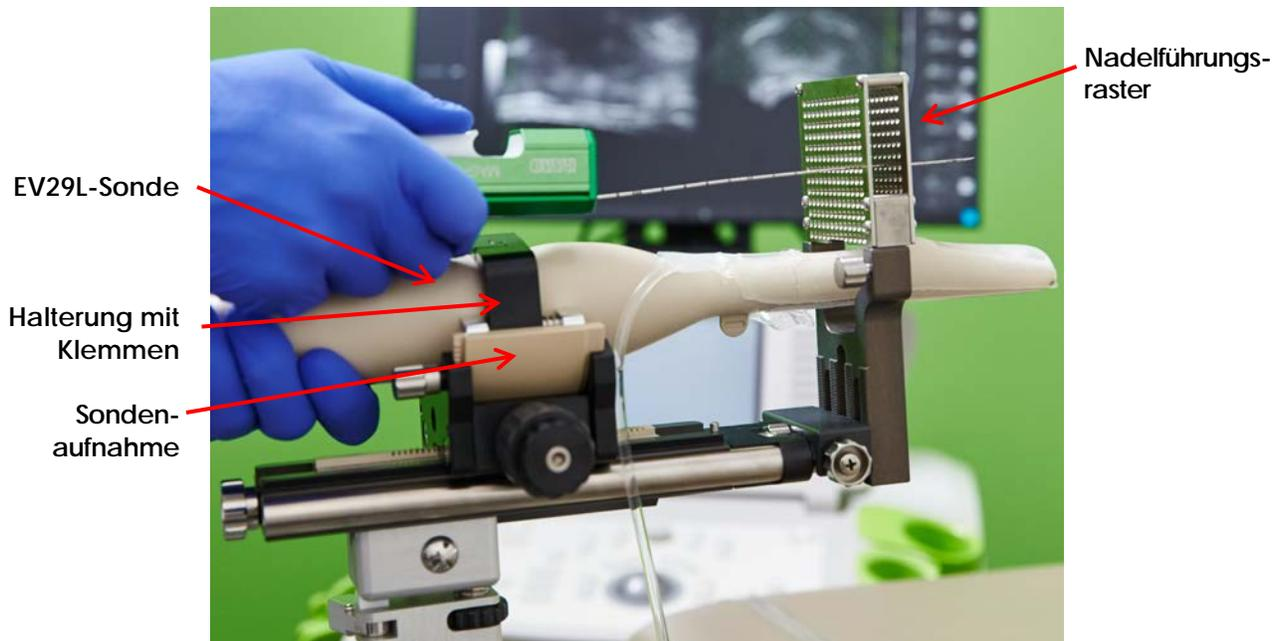

Abbildung 23: Mit dem transperinealen Schrittgeber verbundene EV29L-Sonde
*Abbildung 23* zeigt die in der *Sondenaufnahme* des transperinealen Schrittgebers eingesetzte EV29L-Sonde mit der sterilen, transperinealen EV29L-Nadelführung, die an der EV29L-Sonde angebracht ist. Biopsienadeln dringen durch die *Nadeleingänge* auf der *Nadelführung* in das *Perineum* ein.
Abbildung 23 zeigt die in der *Sondenaufnahme* des transperinealen Schrittgebers eingesetzte EV29L-Sonde. Biopsienadeln dringen durch das *Nadelführungsraaster* in das Perineum ein.